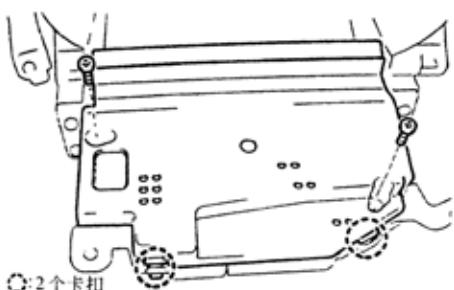

图 9-127
(2)松开 2 个卡扣, 拆下组合仪表 1 号盖子, 如图 9-127 所示。